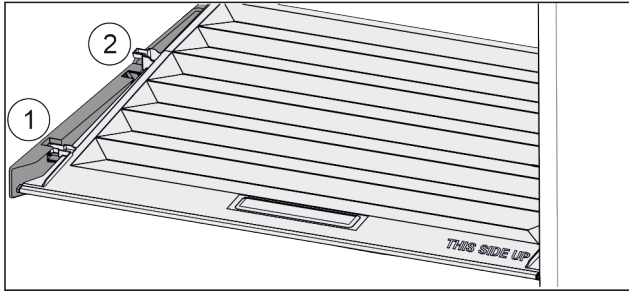

Fig. 134
- ▶ Veko potiahnite dopredu až k otvoru v prídržných dieloch Fig. 134 (1).
- ▶ Vzadu ho nadvihnite zospodu a zložte smerom nahor Fig. 134 (2).